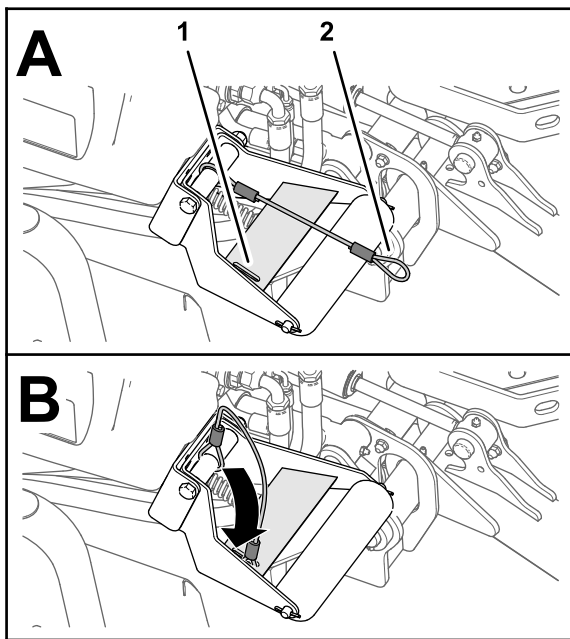

図 27
4. カッティングユニットを降ろした状態で、ランヤードの輪を、ローラサポートの補強プレートのスロットに差し込む 図 27。